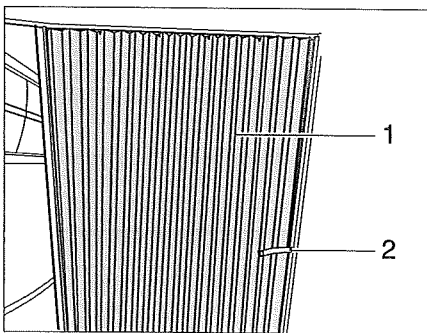

Bild 78 Förhänge
- Lossa säkerhetsbandet (Bild 78,2).
- Dra förhänget (Bild 78,1) till stängt läge.
- Dra förhänget (Bild 78,1) till öppet läge.
- Fäst förhänget med säkerhetsbandet (Bild 78,2).